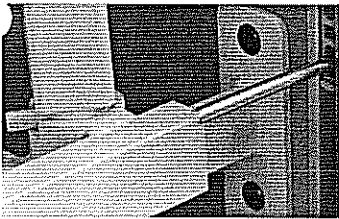
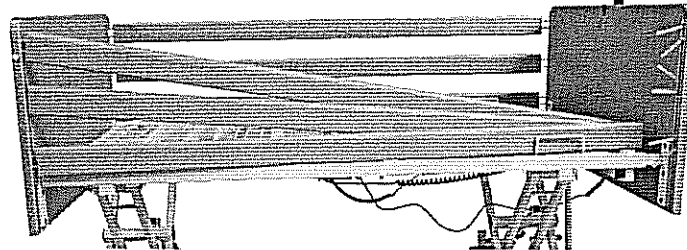
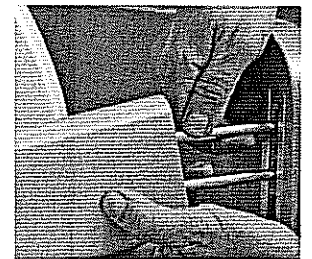

Abbildung 12
Abbildung 13
Abbildung 14
8. Das Stirnteil am Fußende der Liegefläche nicht ganz einschieben. Einen Abstand von ca. vier Zentimetern lassen (Abbildung 12). Die Seitengitterholme in die Aufnahmen am Kopfstirnteil stecken und auf der Liegefläche ablegen (Abbildung 13). Die Seitengitterholme am Fußstirnteil aufnehmen und auf die Aufnahmen stecken (Abbildung 14). Sind die Seitengitterholme aufgesteckt wird das Stirnteil fest in die Liegefläche geschoben und verschraubt.